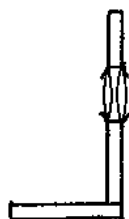

图 1-17
1. 在放映镜架上再加装一块直径59毫米,400度的放映镜片,如图1-17。这时,放映镜组相近乎800度,焦距近似于12厘米。
在第二节里, 我们曾经介绍过怎样利用原有的幻灯机, 改为可以在白昼放映的方法 (图 1-17 和 1-18)。在这一节里, 我们介绍二种白昼用的幻灯机的制作方法, 供大家选用。